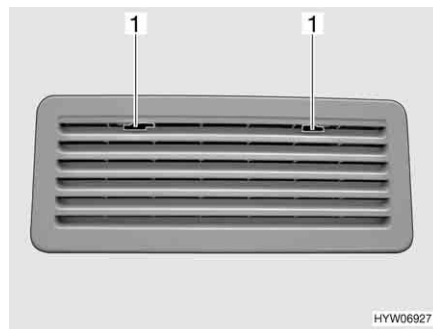

Bild 169 Kühlschrank-Lüftungsgitter
- Arretierung (Bild 169,1) zur Mitte schieben.